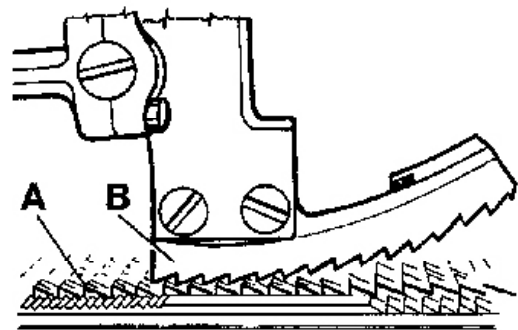

Fig. 17
Simultaneously the upper feed dog (B, Fig. 17) should be positioned so that the tips of its teeth engage with the tooth spaces of the lower feed dog (A), without contacting it. When the lower feed dog (A) is in its highest and the upper feed dog (B) in its lowest point of travel, there must be a small gap between both feed dogs. The feed travel of the upper and the lower feed dog should be synchronous.
Gleichzeitig muß der Obertransporteur (B, Fig. 17) so positioniert sein, daß die Spitzen seiner Zähne in die Zahnlücken des unteren Transporteurs (A) eingreifen, ohne diesen zu berühren. Wenn der untere Transporteur (A) in der höchsten und der Obertransporteur (B) in der untersten Stellung seiner Bewegung ist, muß zwischen beiden Transporteuren ein Luftspalt sein.